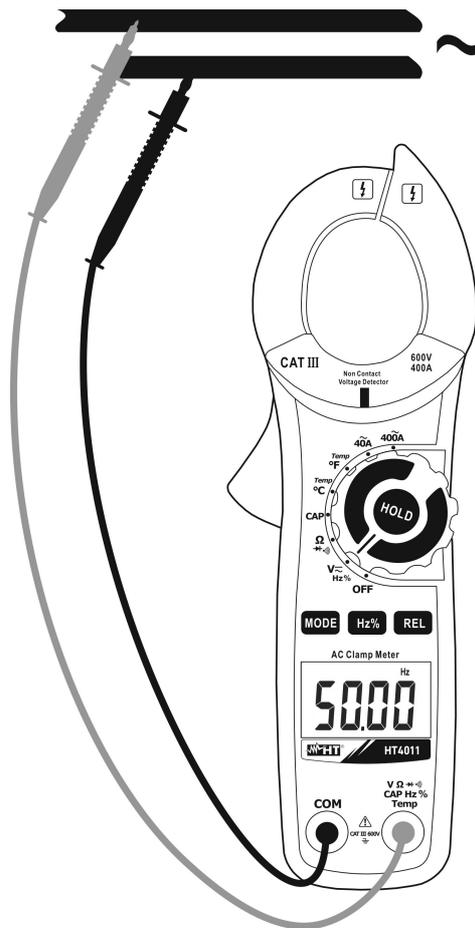

Abb. 4: Verwendung der Zange für Frequenz- und Duty Cycle-Messungen
3. Verbinden Sie die rote Messleitung mit der **VΩ→→CAPHz%Temp** Eingangsbuchse, und die schwarze Messleitung mit der **COM** Eingangsbuchse (Abb. 4 – linke Seite) für die Frequenzmessung mit Messleitungen.